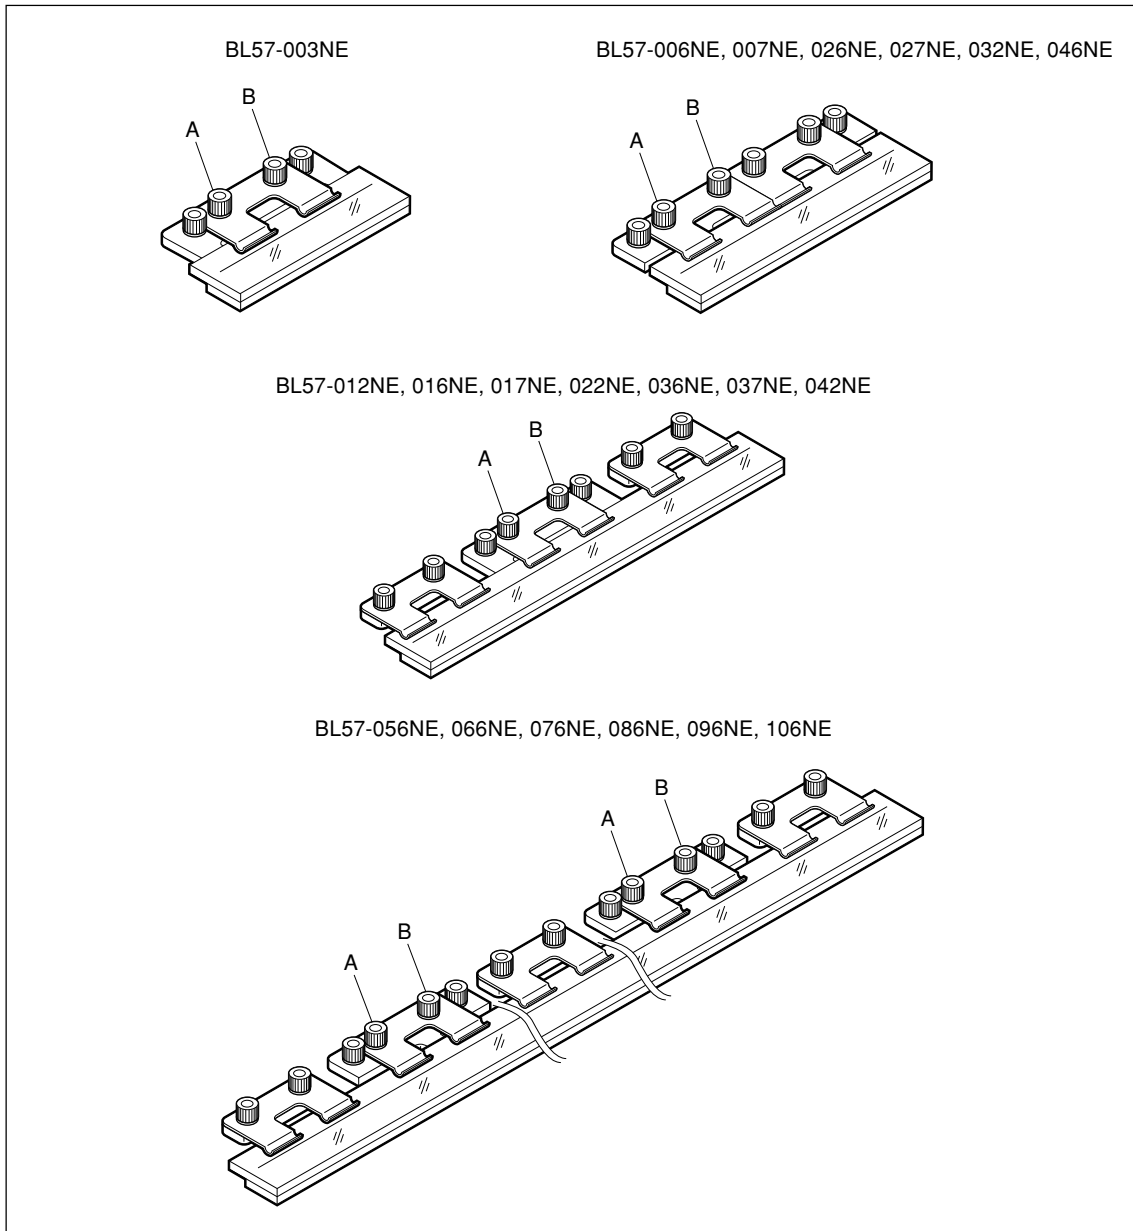

図3-8
- 5 スケールを熱的に安定化させるために、図3-8の状態で1時間以上放置してください。